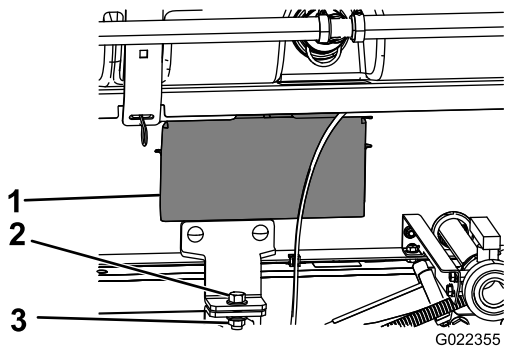

Figura 26
- Retire los paneles de acceso en ambos lados del bastidor del patín. (Figura 26).
8. Sujete el soporte de sujeción del conjunto del patín al soporte de la plataforma del bastidor en cada lado de la máquina con un perno (1/2" x 1 1/2") y una contratuerca (1/2") como se muestra en Figura 26.